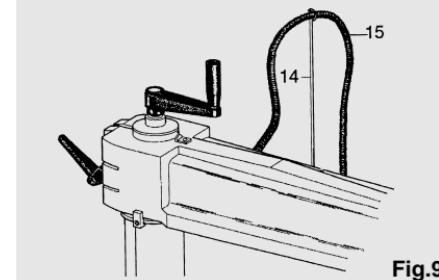

Fig.9
- Fijar ahora el muelle (14) al brazo empleando el tornillo que se encuentra atornillado en el brazo mismo y hacer pasar en el ojal el cable eléctrico (15) del motor tal como aparece en la fig. 9.